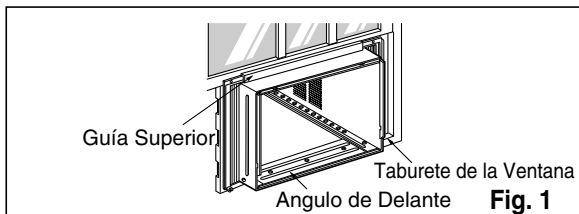

Fig. 1
Quite la TAPA DEL DESAGÜE y conecte el TUBO a la BANDEJA EVAPORADORA. (Ver Fig.1)
1. Abra la ventana. Marque una línea en el centro del banqueta de la ventana (o la ubicación deseada del aire acondicionado). Cuidadosamente ubique el gabinete en la banqueta de la ventana y alinee la marca central en el frente inferior con el centro de la línea marcada en la banqueta de la ventana. (Ver Fig.1)